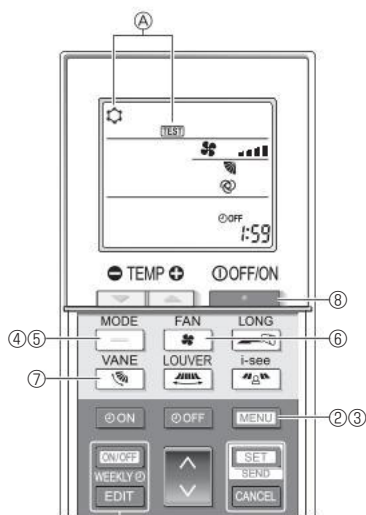

Fig. 8-5
- ① Mettez l'appareil sous tension au moins 12 heures avant l'essai de fonctionnement.
- ② Appuyez sur la touche **MENU** pendant 5 secondes. (Fig. 8-5)
La mention Ⓐ [TEST] et le mode de fonctionnement en cours sont affichés. (Fig. 8-5)